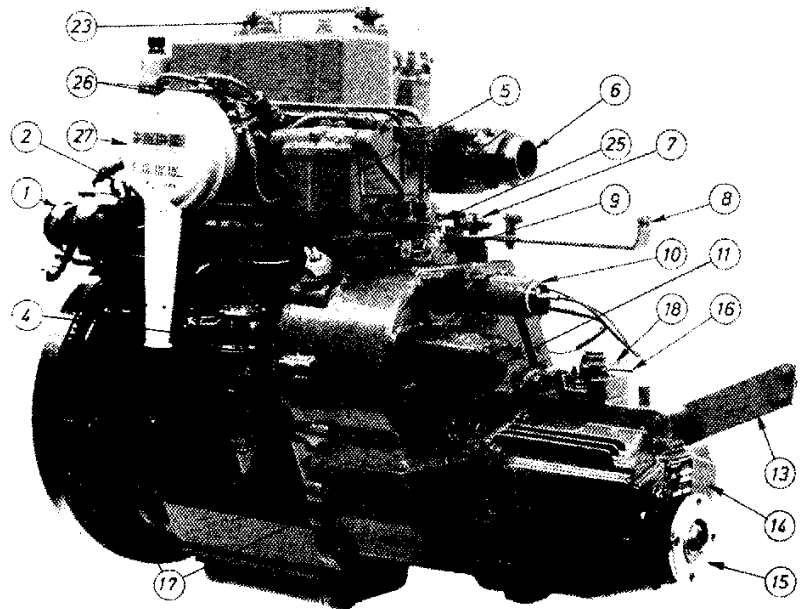

Fig. 3 DV 20 ME
- b) Maak zo nodig de brandstofaansluiting op de verstuiverhouder los (fig 3 pos. 26).